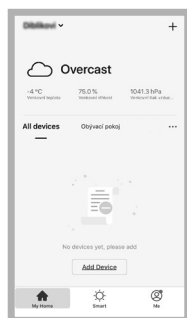

Fig. 6
3. Appuyer ensuite sur + ou « Add device » (Ajouter un appareil) dans l'application (fig. 6) pour ajouter un nouvel appareil.